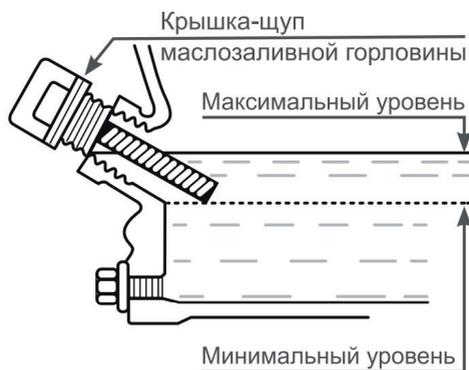

Рисунок 10. Крышка-щуп
2. Открутите крышку-щуп маслосаливной горловины и извлеките щуп (Рис. 10).
2. Выкрутите крышку-щуп маслозаливной горловины и извлеките щуп (Рис. 10).
4. Аккуратно извлеките щуп и осмотрите его. Уровень масла должен соответствовать верхней отметке на щупе. При недостаточном уровне масла в картере необходимо долить чистое масло до верхней отметки на щупе, что соответствует нижней кромке заливного отверстия (Рис. 10).